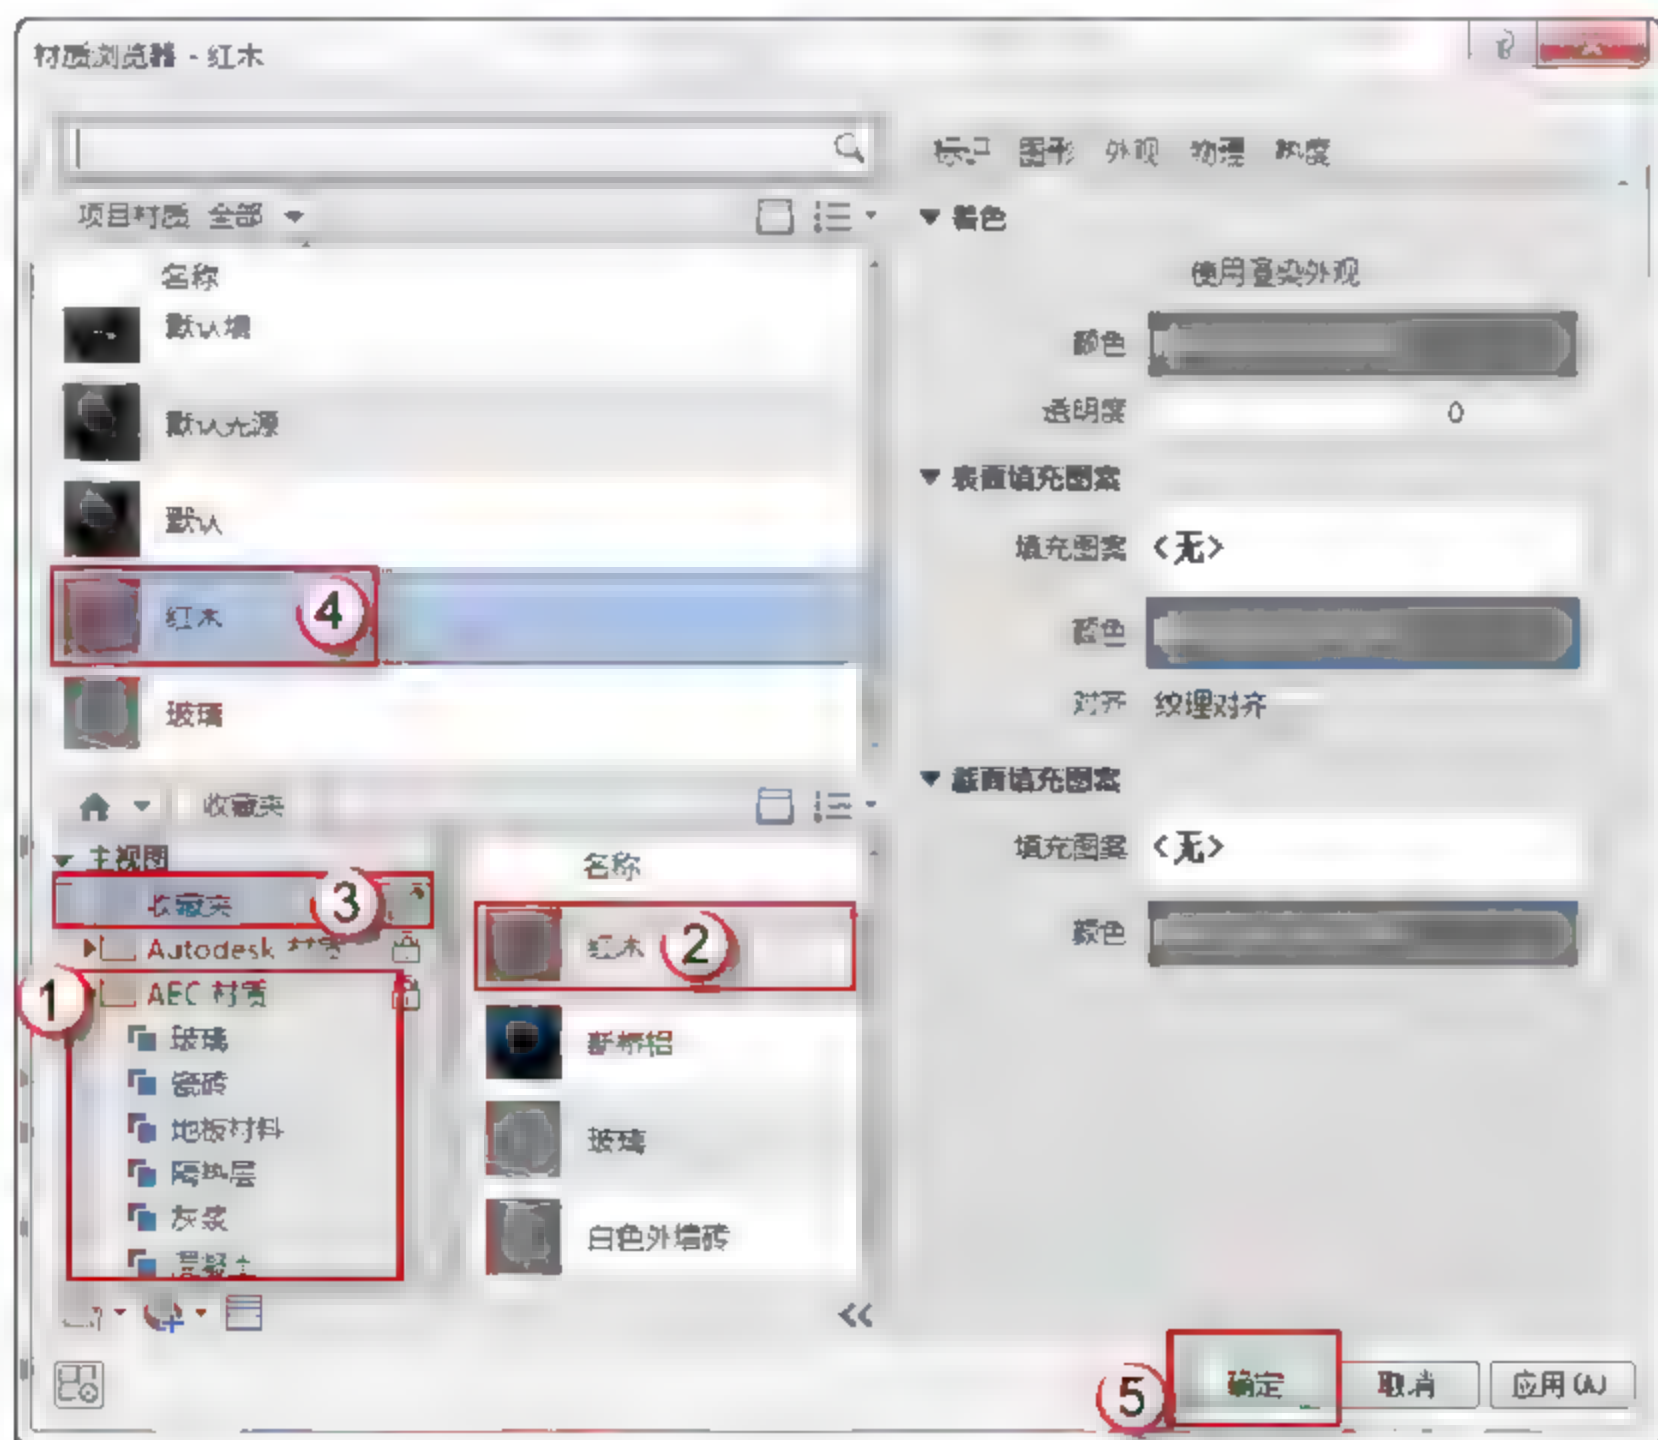

图 6.1.136 添加材质
(18) 添加材质。单击“族类型”按钮,弹出“族类型”对话框,单击“材质和装饰”栏“门板材质”右侧的“<按类别>”按钮,弹出“材质浏览器”对话框。选择“主视图”→“ACE 材质”→“木材”→“红木”选项,右击“红木”材质将其添加到“收藏夹”。选择“收藏夹”中的“红木”材质,单击“材质浏览器”对话框中的“确定”按钮,如图 6.1.136 所示。重复本次操作,为“材质和装饰”栏的“门窗框材质”添加“断桥铝”材质。